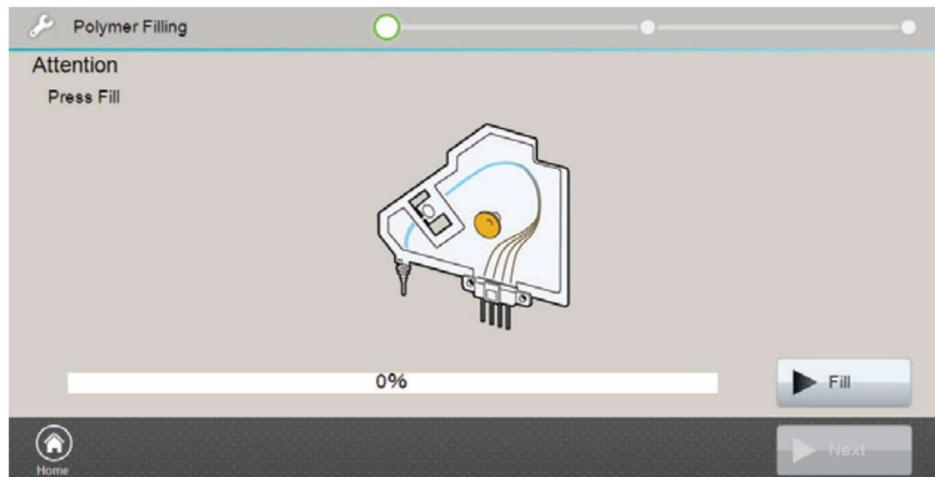

図 39 Polymer Filling 画面
2. フッターの **Uninstall** を選択し、ウイザードを開始すると、Polymer Filling 画面（図 39）が表示されます。
5. Polymer Filling 画面（図 39）の **Fill** のボタンを押して、キャピラリーカートリッジにポリマーを充填してください。ポリマーの充填中は、ステータスインジケータが緑に点滅します。充填が完了すると緑の点灯に戻り、それと同時に Polymer Filling の画面の右下にある **Next** のボタンが有効になるので、**Next** のボタンを押してください。